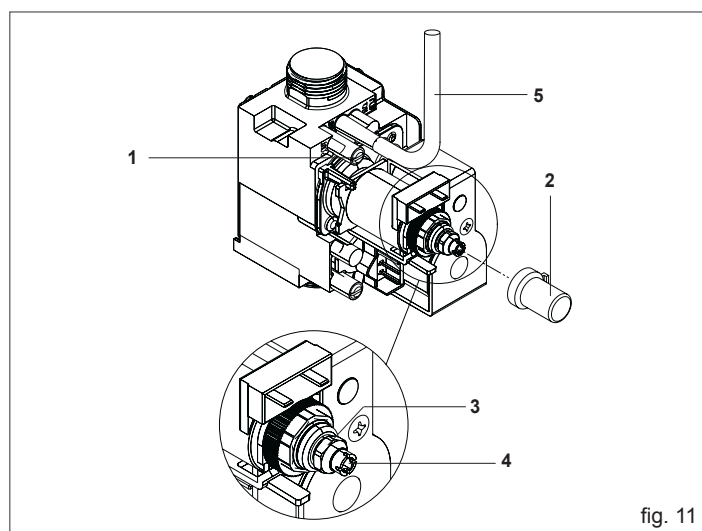

fig. 11
- Svitare di circa due giri la vite della presa di pressione (fig. 11 - 1) a valle della valvola gas e collegarvi il manometro.
- Scollegare la presa di compensazione (fig. 11 - 5) dalla valvola gas.
- Togliere il cappuccio di protezione (fig. 11 - 2).
- Avvitare a fondo il dado (fig. 11 - 3) fino ad ottenere il valore di pressione gas indicato in tabella.
- avvitare e/o svitare la vite a brugola di regolazione del minimo (fig. 11 - 4) fino ad ottenere il valore di pressione gas indicato in tabella
- rimontare il cappuccio di protezione (fig. 11 - 2).
- Ricollegare la presa di compensazione alla valvola gas (fig. 11 - 5).
- Scollegare il manometro e riavvitare la vite della presa di pressione (fig. 11 - 1).